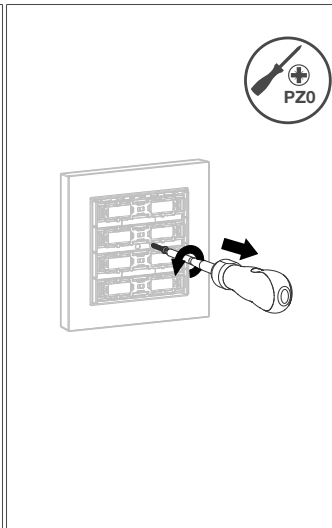

Fig. 20: Lossa skruven
- 2 Valfritt: Lossa skruven för demonteringsskyddet (se Fig. 20).